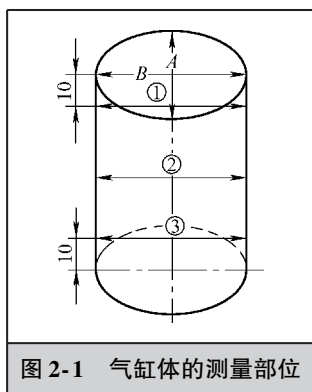

图 2-1 气缸体的测量部位
(1) 气缸体的测量位置
在测量时，应在活塞全行程内的①、②、③3个断面附近测量，如图 2-1 所示，以便正确地测量出气缸的最大磨损量以及圆度和圆柱度误差。气缸①、②、③3个测量断面的位置分别是第 1 道活塞环上止点稍下处，此断面一般是气缸的最大磨损断面；气缸中部测量位于活塞上、下止点中间的位置；气缸下部测量取活塞到下止点最下一道活塞环对应的位置附近。